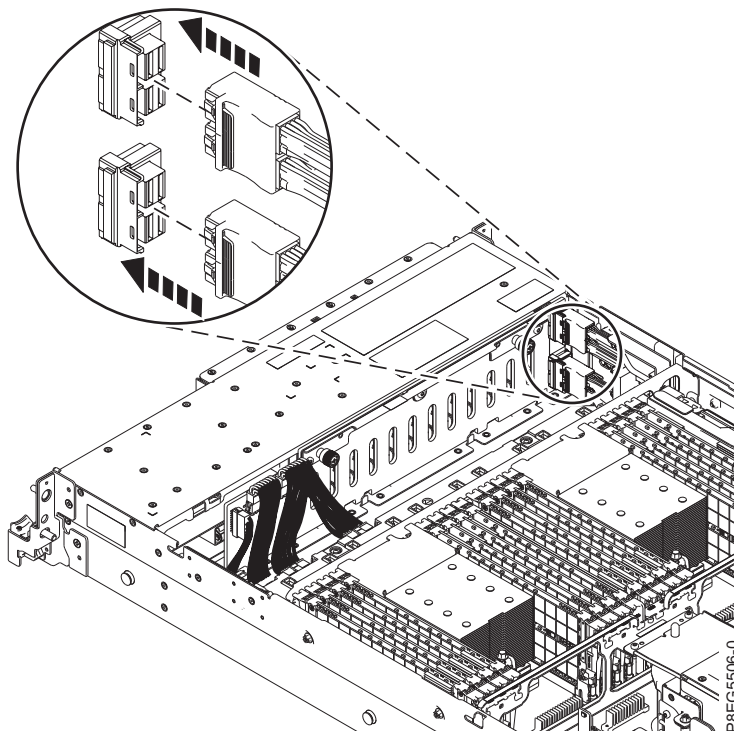

Figura 15. Voltar a ligar os cabos SAS frontais ao painel posterior da unidade de disco
8. Volte a ligar os cabos SAS frontais às portas de conexão no painel posterior da unidade de disco, como demonstrado em Figura 15 na página 17. Empurre o conector até o trinco do conector fazer clique.